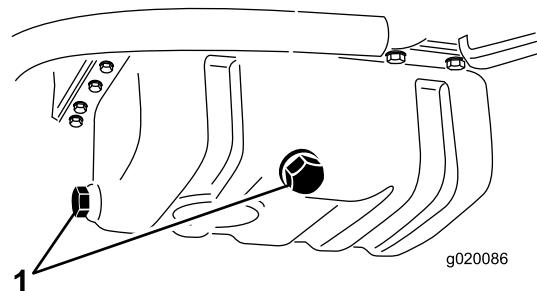

Bild 52
1. Entfernen Sie eine der Ablassschrauben (Bild 52) und lassen Sie das Öl in die Auffangwanne ab. Schrauben Sie die Ablassschraube wieder ein, nachdem das Öl abgelaufen ist.